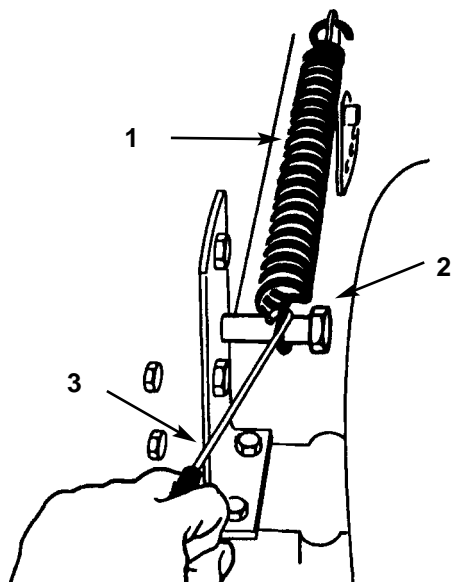

Fig. 39
4. Togliere dal bullone di fermo (Fig. 39) la molla di agevolazione del sollevamento per l'altezza di taglio usando l'utensile della molla, fornito con la macchina. La molla è situata fra il telaio e la ruota posteriore destra.
13. Spostare la leva dell'altezza di taglio (sollevamento piatto di taglio) nella tacca "D". Agganciare nel bullone di fermo la molla di agevolazione del sollevamento per non smarrirla (Fig. 39).
15. Agganciare la molla di agevolazione del sollevamento sul bullone di fermo (Fig. 39). Usare l'utensile della molla, fornito con la macchina.